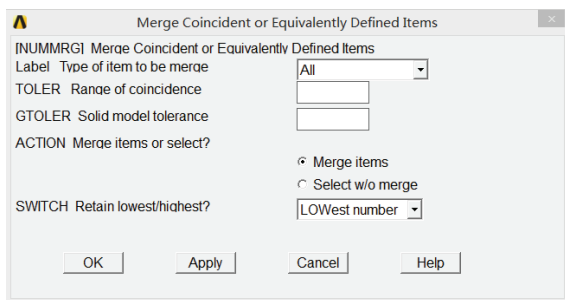

图 8-11 合并同位置实体对话框
9) 选择 Main Menu | Preprocessor | Numbering Ctrl | Merge Items 命令, 出现 Merge Coincident or Equivalently Defined Items 对话框, 在 Label Type of item to be merged 下拉选框中选择 All, 如图 8-11 所示, 单击 OK 按钮关闭该对话框。